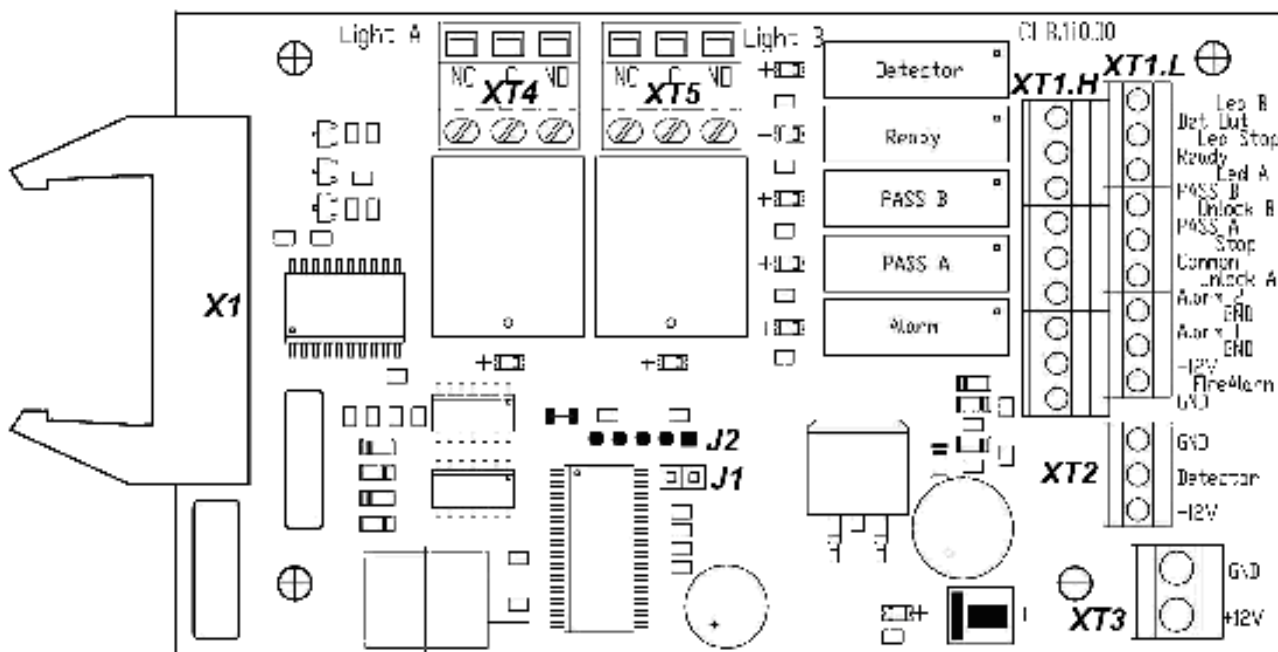
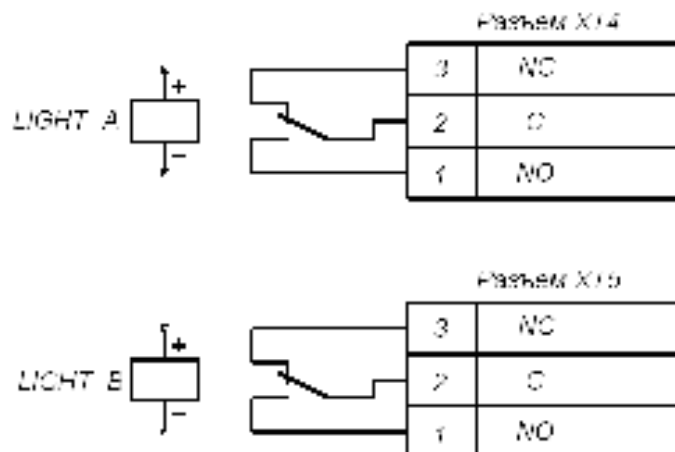

Рисунок 5. Внешний вид платы CLB
Рисунок 9. Выходные каскады для Light A и Light B
ПДУ подключается к плате CLB гибким многожильным кабелем (11) через клеммную колодку **XT1.L** (см. рис. 5 и 12).
Изменить ориентацию ПДУ относительно установки турникета (если по месту установки турникет обращен к оператору не лицевой, а тыльной стороной) можно, поменяв местами провода от ПДУ, подключаемые на контакты *Unlock A* и *Unlock B*, а также *Led A* и *Led B* соответственно (см. рис. 5 и 12).
На плате CLB (см. рис. 5) расположены:
Подключение указанных устройств производится с помощью кабеля (11) к соответствующим клеммным колодкам **XT1.L** и **XT1.H** платы CLB в соответствии со схемой электрических соединений (см. рис. 5 и 12).
Обозначения установленных на плате CLB клеммных колодок и назначение их контактов показаны на рис. 5.
Факт срабатывания / отпущения реле **PASS A**, **PASS B**, **Ready**, **Detector** и **Alarm** можно определить по загоранию/гашению красных индикаторов, которые установлены вблизи указанных реле (см. рис. 5).
Режим управления определяется наличием перемычки на разъеме **J1** (расположение разъема **J1** показано на рис. 5: перемычка установлена – импульсный режим управления, перемычка снята – потенциальный режим управления). При поставке перемычка установлена.
Подключение ДКЗП производится к клеммной колодке **XT2**, а сирены – к клеммной колодке **XT1.H** платы CLB согласно схеме электрических соединений (рис. 5 и 12). ДКЗП должен иметь нормально-замкнутые контакты.
На контакты *Det Out* и *Common* клеммной колодки **XT1.H** платы CLB (рис. 5) всегда транслируется сигнал о текущем состоянии ДКЗП.
Подключение устройства, подающего команду аварийной разблокировки, производится к клеммной колодке **XT1.L** платы CLB согласно схеме электрических соединений (см. рис. 5 и 12). Если вход *Fire Alarm* не используется, то необходимо установить перемычку между контактами *Fire Alarm* и *GND*. При поставке данная перемычка установлена.
Выносные индикаторы подключаются на клеммные колодки **XT4 (Light A)** и **XT5 (Light B)**. При этом реле **Light A (Light B)** активизировано (на его обмотку подано напряжение), когда горит соответствующая данному направлению прохода зеленая стрелка на блоке индикации, и нормализовано (на его обмотку напряжение не подано), когда соответствующая данному направлению прохода зеленая стрелка на блоке индикации не горит. Факт срабатывания / отпускания реле **Light A** и **Light B** можно определить по загоранию / гашению красных индикаторов, которые установлены вблизи указанных реле (см. рис. 5). Выходные каскады для сигналов *Light A* и *Light B* – перекидные контакты реле (см. рис. 9) со следующими характеристиками сигналов: